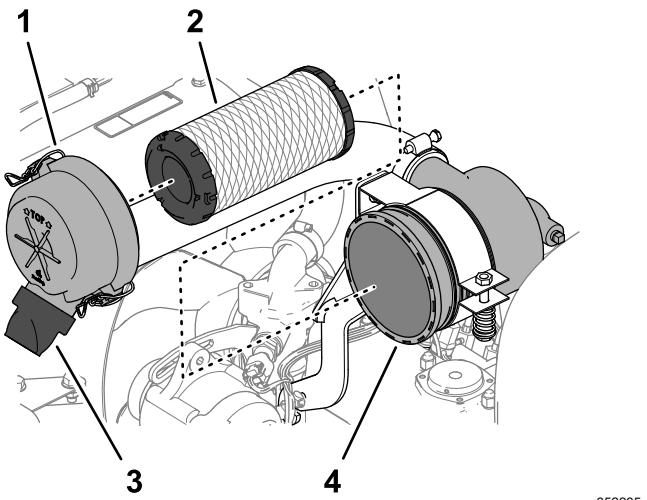

Рисунок 65
- Отпустите защелки, фиксирующие крышку воздухоочистителя на его корпусе (Рисунок 65).
- Снимите элемент фильтра (Рисунок 65).
- Снимите резиновый выпускной клапан (Рисунок 65) с отверстия выпуска загрязнений на крышке воздухоочистителя.